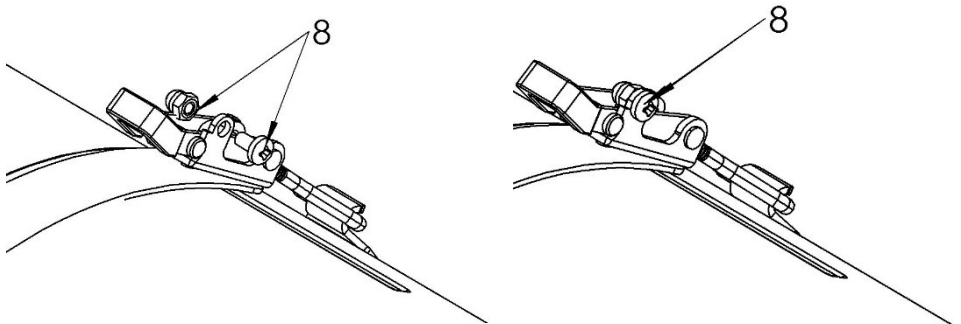

Fig 8
- 8) Bringen Sie den Sicherungsbolzen am Schloss an, ziehen Sie ihn fest und bringen Sie die Hutmutter an. Bild 8.